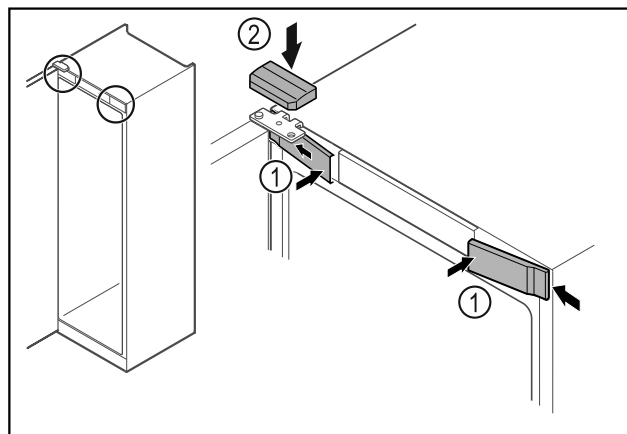

Fig. 68
- Accrocher les caches avant Fig. 68 (1) par les côtés et les enclencher.
- Insérer le cache supérieur Fig. 68 (2) par le haut.